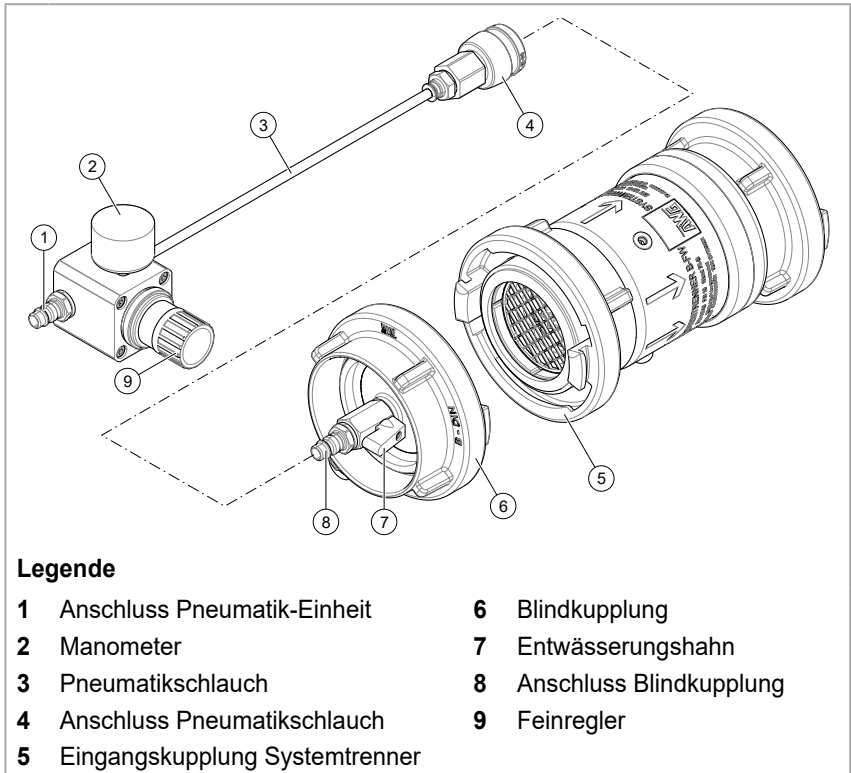

Fig. 5 Prüfset
- Die Eingangskupplung des Systemtrenners (Fig. 5/5) an den Pumpenausgang beispielsweise einer Feuerlöschkreiselpumpe anschließen, dabei das System mit dem Entwässerungshahn vollständig entlüften.
- ✓ Der Feinregler (Fig. 5/9) an der Pneumatik-Einheit ist geschlossen.
1. Die Eingangskupplung des Systemtrenners (Fig. 5/5) mit der Blindkupplung (Fig. 5/6) verschließen.
2. Den Anschluss des Pneumatikschlauchs (Fig. 5/4) an der Kupplung des Entwässerungshahns (Fig. 5/7) anschließen.
3. Den Anschluss der Pneumatik-Einheit (Fig. 5/1) mit der Druckluftversorgung verbinden.
5. Den Luftdruck mit Hilfe des Feinreglers (Fig. 5/9) langsam erhöhen.